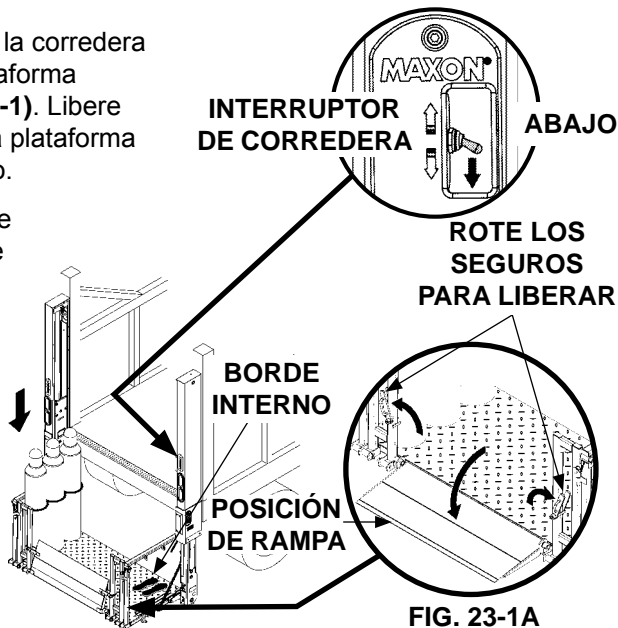

FIG. 23-1
1. Utilice el interruptor de la corredera para descender la plataforma hasta el suelo (**FIG. 23-1**). Libere el interruptor cuando la plataforma llegue al nivel del suelo.